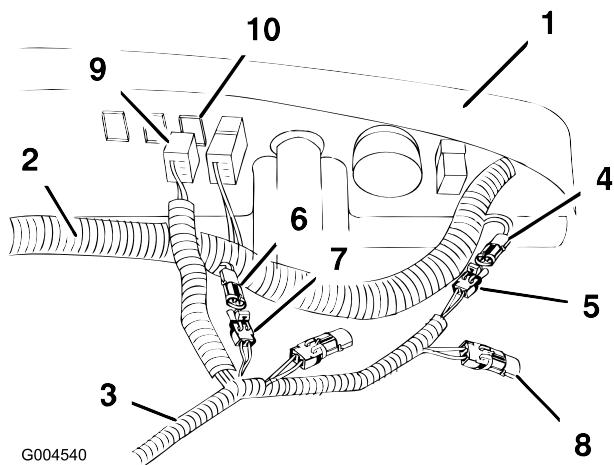

Figure 8
le capuchon. Connectez le faisceau d'accessoire au connecteur 48 V, comme illustré à la Figure 8.
7. Mettez le connecteur d'interrupteur en place derrière l'obturateur dans le tableau de bord comme illustré à la Figure 8.